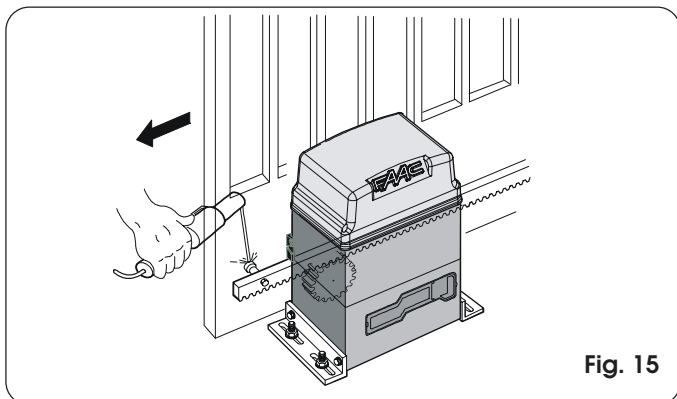

Fig. 15
- 3) Leg het eerste stuk van de tandheugel vlak op de pignion, en las de pal met schroefdraad op de poort zoals aangegeven op fig.15.